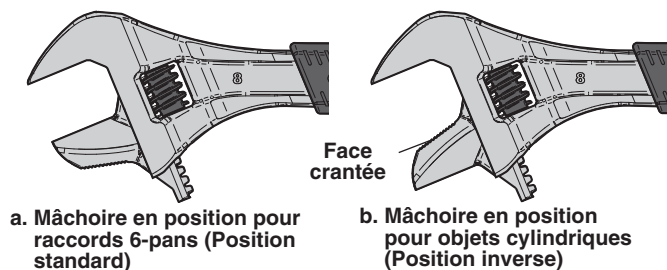

Figure 3 – Orientations de mâchoire réversible
2. Positionnez la mâchoire du côté voulu. La face crantée à l'extérieur pour les raccords 6-pans. La face crantée à l'intérieur pour les objets cylindriques. *Figure 3.*